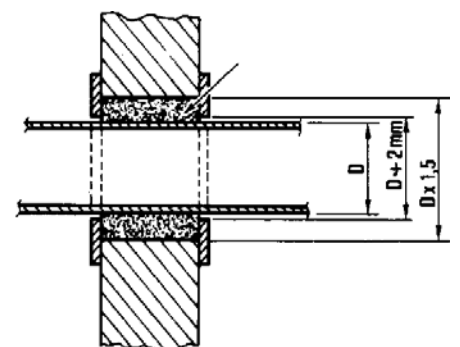

РИС. 9.1.
- Если линия проходит через стены, то нужно устанавливать муфту для амортизации колебания и для защиты горячей линии от контакта с топливом. В дальнейшем температурный шов нужно предусматривать в линии к уравниванию теплового расширения и продольного сжатия (см. рисунок 9.1.).